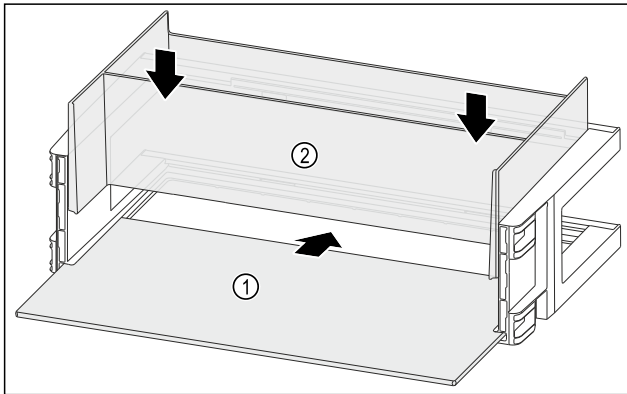

Fig. 147
- Abstellfläche *Fig. 147 (1)* in die seitlichen Aussparungen einschieben.
- Organizer *Fig. 147 (2)* einsetzen.